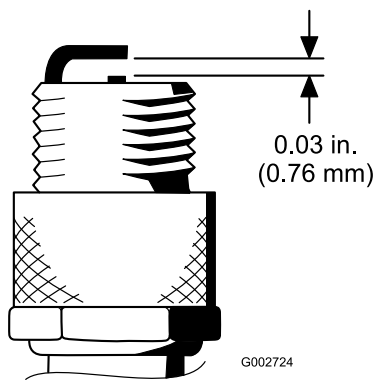

Figure 46
4. Réglez l'écartement entre les électrodes centrale et latérale à 0,76 mm (Figure 46).